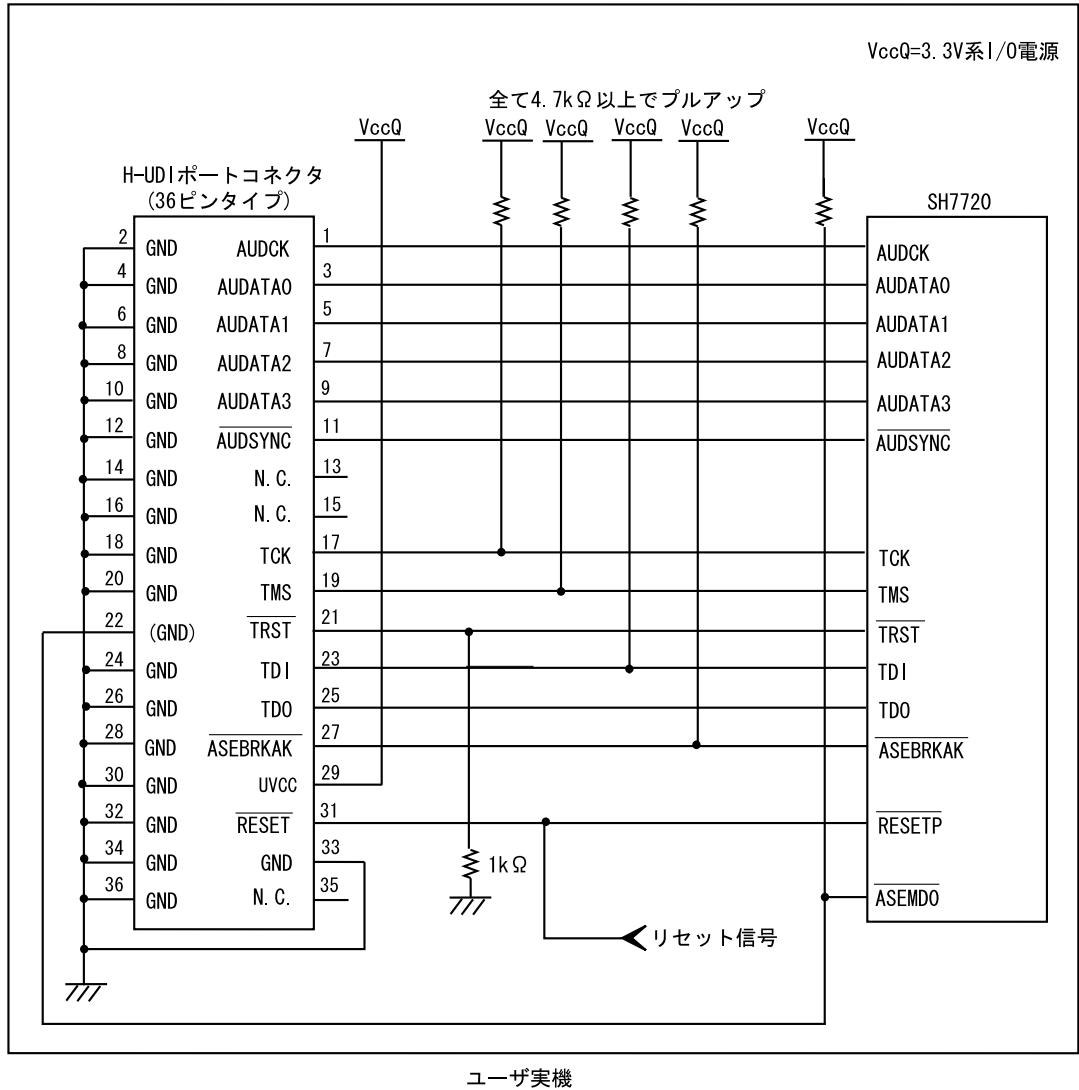

図 1.3 E10A-USB 使用時の H-UDI ポートコネクタ - チップ間の推奨接続例 (36 ピンタイプ UVCC 接続時)
- 図 1.3 推奨接続例で回路を組んだ場合の E10A-USB エミュレータのスイッチ設定: SW2=1, SW3=1